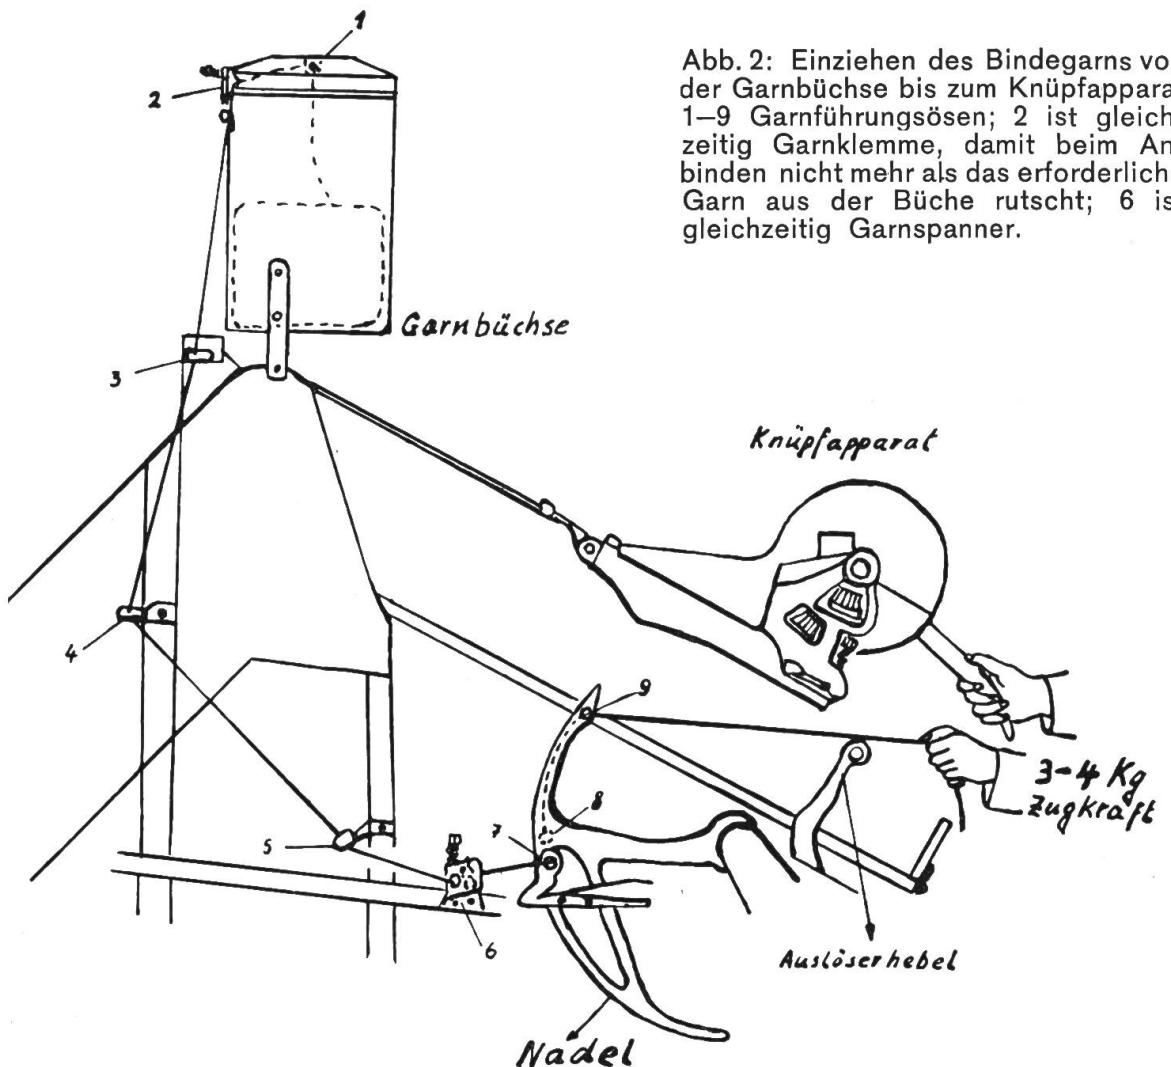
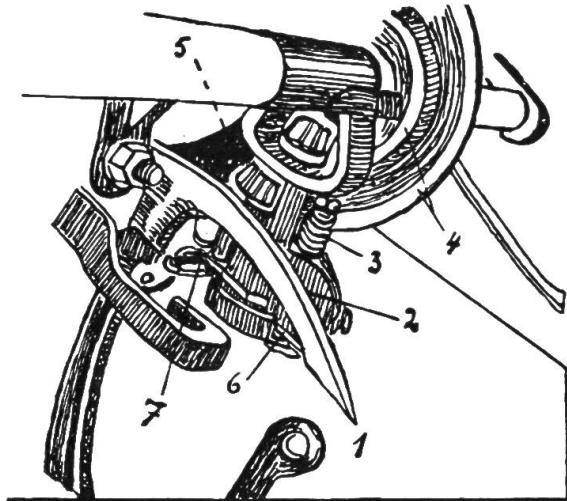

Abb. 2: Einziehen des Bindegarns von der Garnbüchse bis zum Knüpfapparat
Abb. 4: Knüpfapparat (System Cormick)
Verbogene Hebel, Gestänge und Bleche müssen ausgerichtet werden; Schrauben und Muttern sind auf festen Sitz zu prüfen und wenn notwendig nachzuziehen. Zu stark ausgeschlagene Lager an Hebeln und Wellen können vielfach durch Aufreiben der Bohrungen, Einziehen von Büchsen, durch Auftrag-Schweissung an den Lagerstellen der Bolzen und Wellen oder mit neuen Ersatzteilen instand gesetzt werden. Die Bedienungshebel (Abb. 1) müssen sich leicht bewegen lassen und in ihren Rasten festhalten, nötigenfalls müssen die Rasten nachgefeilt werden. Die Garnösen zwischen Garnbüchse und der Nadel werden, sofern sie eingelaufen sind, mit einer Rundfeile nachgearbeitet und geglättet (Abb. 2, 1-9).
halb soll man nichts an ihr verstellen! Unter dem Bindetisch befindet sich eine weitere Rutschkupplung, mit der die Packerwelle, die Binderwelle, der Knüpfapparat und das Abbinden der Garben abgesichert sind, wenn es dort zu Störungen kommen sollte. Diese Kupplung muss schon ansprechen, bevor die Gelenkwellen-Kupplung durchdreht. Um die Einstellung zu kontrollieren, lässt man die Maschine durchlaufen, hängt ein Gewicht (ca. 4 kg) an den Auslösehebel (Abb. 2), damit die Binderwelle laufend durchdreht. Hält man ein längeres Stück Holz zwischen die Auswerferhebel und das Maschinengestell und sperrt damit das Durchdrehen der Binderwelle, dann muss die Kupplung ansprechen, während sich die übrige Maschine weiter dreht. Dementsprechend müssen die Druckfedern der Rutschkupplung gespannt werden. Vorsicht! Binderwelle nicht mit den Händen festhalten. Unfallgefahr! Die Binderwelle darf nach jedem Auslösen nur eine Umdrehung machen und muss dann ruhig stehen bleiben. Ist dies nicht der Fall, dann liegt der Fehler in der Einrückvorrichtung (Abb. 3, 5), die an der Seite oder auch unter dem Bindetisch liegen kann.
Die Spitze der Bindernadel darf in der Ruhestellung nur wenige Millimeter über den Bindetisch hervorstehen (Abb. 2, bei 9). In der vordersten Stellung muss die Nadel das Garn ganz in den Garnhalter einlegen (Abb. 4, 6). Stimmt das nicht, wir die Einstellung an der Kurbelstange (Abb. 3, 2) vorgenommen.
Die gewünschte Garbengröße wird durch Verstellen des Auslöserhebels (Abb. 2) eingestellt, während die Festigkeit der Garben nur an der Feder (Abb. 3, 6) reguliert wird.
1. Das Cormick-System (Abb. 4)
Bindegarn einziehen: Von der Garnbüchse aus wird das Garn durch alle Oesen, den Garnspanner (die zwei Zahnrädchen) bis zur Nadelspitze eingezogen (Abb. 2, 1–9). zieht man das Garn aus der Nadel, so soll dazu eine Kraft von 3–4 kg notwendig sein. Stimmt dies nicht, wird der Garnspanner (Abb. 2, 6) entsprechend verändert. Das Einziehen des Garns in den Garnhalter (Abb. 4, 6 und Abb. 5a) geschieht am einfachsten, indem man mit der linken Hand das Garn unter dem Knüpfapparat durchzieht, während man mit der rechten Hand die Binderwelle durchdreht (Abb. 2). Es ist lediglich darauf zu achten, dass das Bindegarn über dem Knüpferschnabel liegt, alles andere geht von selbst. Die Spannung des Garnhalters ist richtig eingestellt, wenn sich das eingezogene Garn mit einiger Kraftaufwendung noch
aus dem Garnhalter herausziehen lässt, andernfalls muss die Spannung der Garnklemme (Abb. 4, 3) reguliert werden.
Abhilfe: Das Spiel auf ca $\frac{2}{10}$ mm einstellen. Der Faden muss über Mitte Knüpferschnabel liegen (Abb. 4, 7).